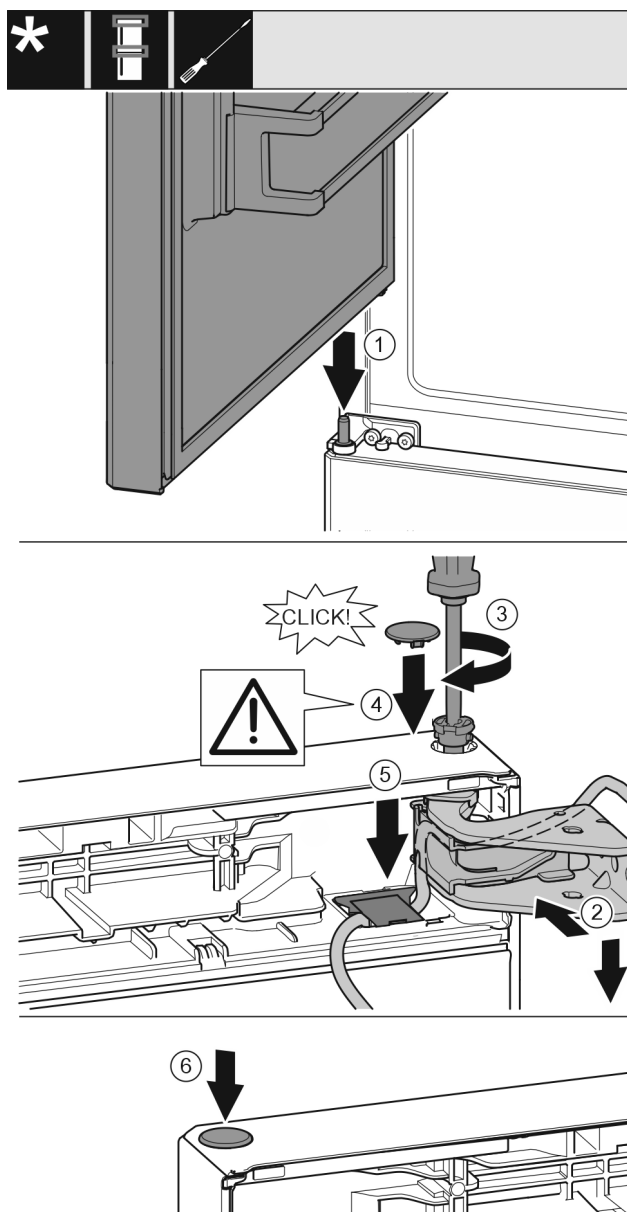

Fig. 42
- Stavite gornja vrata na srednji podložak ležaja Fig. 42 (1)
- Poravnajte gornja vrata prema otvoru u podlošku ležaja. Fig. 42 (2)
- Umetnite svornjak i zavijte odvijačem T15. Fig. 42 (3)
- Montirajte sigurnosni pokrov radi osiguranja vrata: Umetnite sigurnosni pokrov i provjerite naliježe li na vrata. U protivnom u potpunosti umetnite svornjake. Fig. 42 (4)
- Umetnite pokrov i pritisćite ga prema dolje dok se ne uglati. Fig. 42 (5)
- Umetnite čep. Fig. 42 (6)